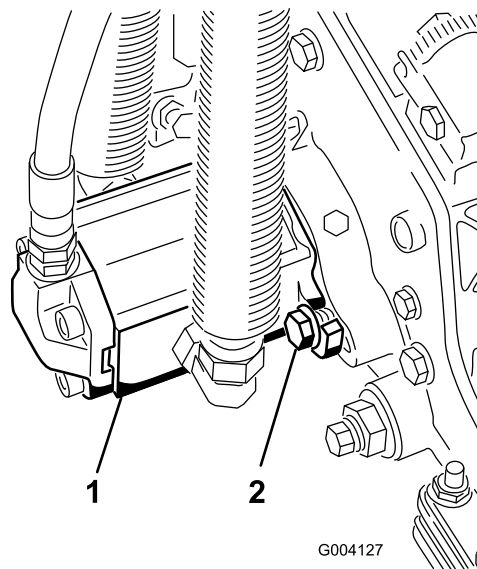

Рисунок 30
3. Установите электродвигатель, повернув его по часовой стрелке так, чтобы фланцы двигателя не закрывали болты (Рисунок 30).